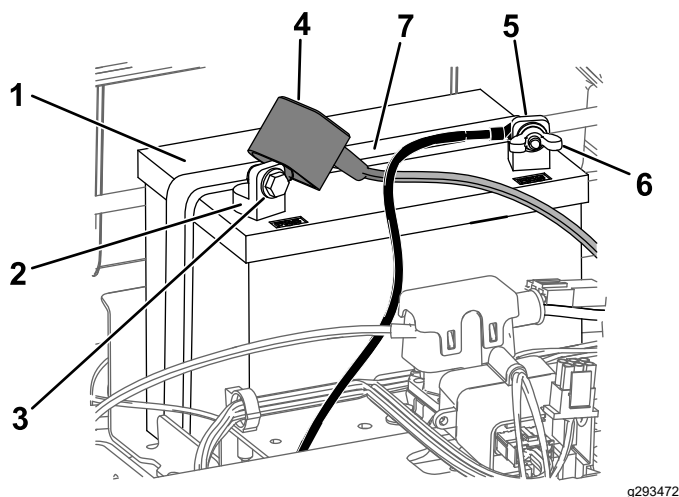

Figure 50
4. Débranchez le câble négatif (noir) de mise à la masse de la borne de la batterie (Figure 50).
6. Débranchez le câble positif (rouge) de la borne de la batterie (Figure 50).
7. Déposez la barrette de maintien de la batterie (Figure 50) et soulevez la batterie de son support.
1. Placez la batterie sur son support (Figure 50).
5. Fixez la batterie en place à l'aide de la barre de maintien (Figure 50).